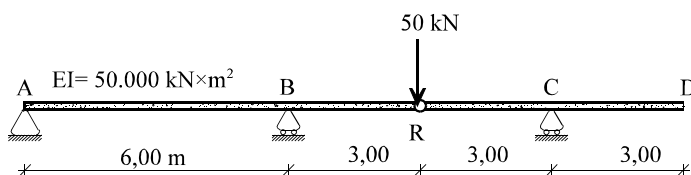

Figura 9
9) Dibujar la deformada de la viga de la figura 9 y acotar sobre ella los movimientos y giros de todos los puntos con nombre para las siguientes hipótesis de carga: